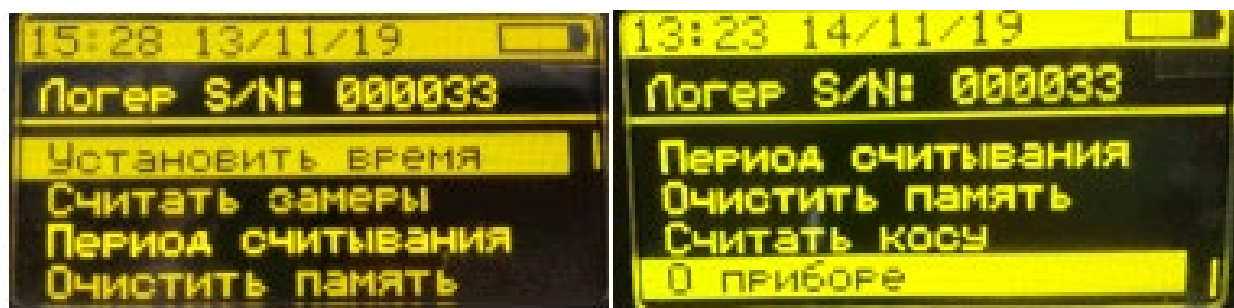

Рисунок 15. Меню «Логгер».
7.3. Пункт меню «Логгер» (Рисунок 15)